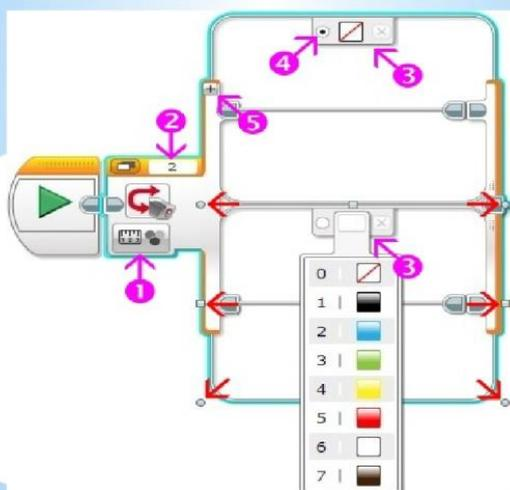

Рис. 2
- *выбранный режим устанавливает изображение датчика цвета в блоке (Рис. 2 поз. 1),
- *порт, к которому подключен датчик, отображается в соответствующем поле блока (Рис. 2 поз. 2),
- *в настройках каждого программного контейнера выбирается значение, в соответствии с которым будут выполняться программные блоки, вложенные в этот контейнер (Рис. 2 поз. 3),
- *один из контейнеров должен быть объявленным "Вариантом по умолчанию" - в случае, если значению, полученному от датчика, не соответствует ни один контейнер, то выполняется контейнер, объявленный "Вариантом по умолчанию" (Рис.2 поз. 4),